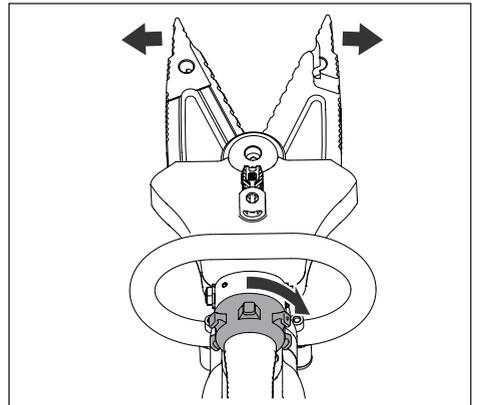

Abbildung 8, Messer/Backen geöffnet
- Drehen Sie den Knopf nach rechts und halten Sie diesen, um die Messer/Backen zu öffnen. Siehe Abbildung 8.